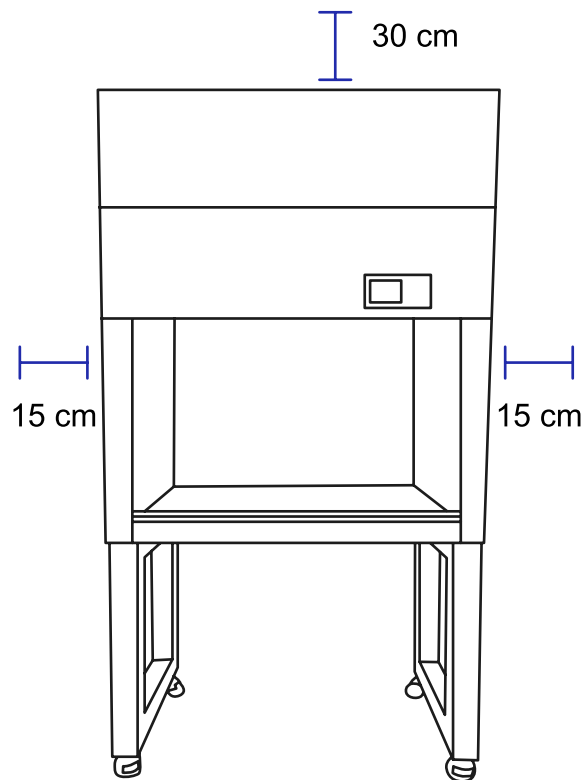

Figura 3. Distancia de Colocación
- Coloque la campana en su base firme y nivelada, en un espacio donde no haya corrientes de aire fuertes, ni vibraciones, debido a que esto podría afectar el flujo de aire laminar, Asegúrate de dejar al menos 15 cm de espacio libre en todas las paredes laterales y trasera, y un mínimo de 30 cm en el techo, para permitir una circulación adecuada del aire (Figura 3).